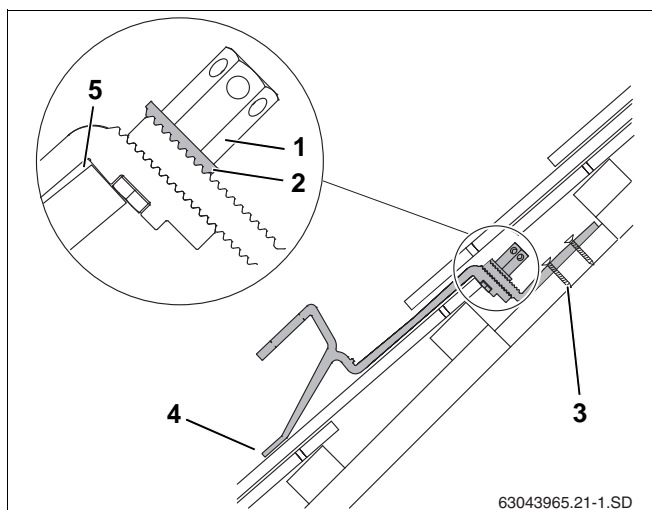

Fig. 19 Monteret tagkrog – snitbillede med afkortet tagkrog-underdel
- ▶ Læg støtten foran på tagstenene, så den ligger fast på ved belastning (fig. 19, **pos. 4**).
Tagkrogen skal have lidt spil ved teglstenens overkant (fig. 19, **pos. 5**). Tilpas eventuelt teglstenen foroven.
Den fortandede underlagsskive (fig. 19, **pos. 2**) skal gribe ind i fortandingen på tagkrogens underdel.
- ▶ Stram den lange sekskantmøtrik (fig. 19, **pos. 1**). Sæt hertil nøgle SW5 ind i sekskantmøtrikkens hul, og drej den.
- ▶ Fastgør som minimum tagkrogens underdel på spærene eller brættet/bjælken i første (fig. 19, **pos. 3**) og andet hul med egnede skruer.